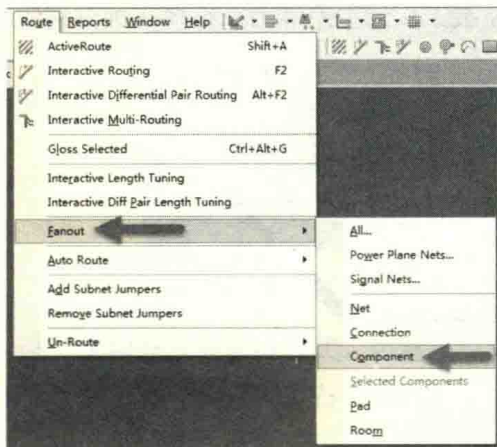
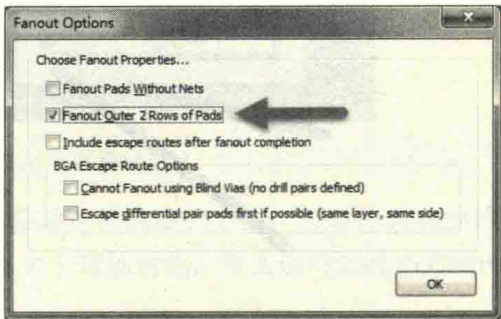

图 9-61 扇出命令
图 9-62 扇出选项对话框
- (3) 执行菜单命令“Route-Fanout-Component”，如图 9-61 所示，会弹出一个扇出选项对话框，如图 9-62 所示，选择好需要配置的选项，对每一个选项释义如下。